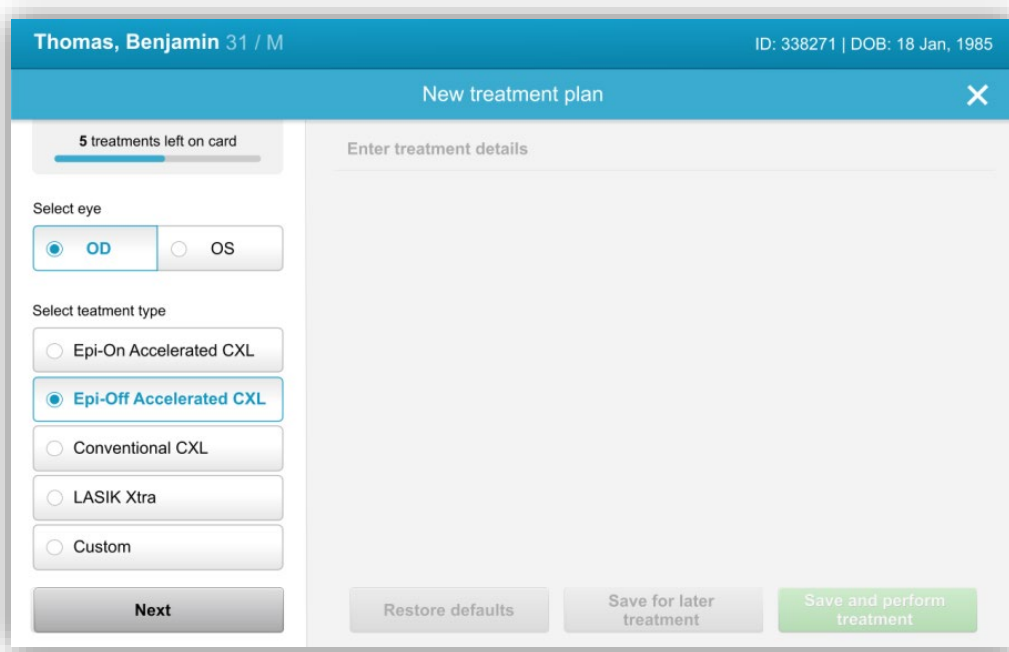

Figura 3-6. Seleccione o tipo de tratamento
- O sistema está pré-programado com cinco planos de tratamento predefinidos, conforme mostrado na Figura 3-6: